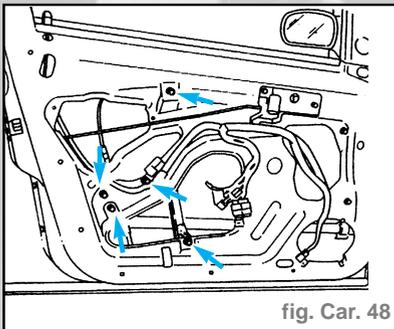

fig. Car. 48
- Dégager la glace de son dispositif comme indiqué plus haut, dévisser ensuite les vis fixant le lève-glace à la porte (fig. Car. 48).